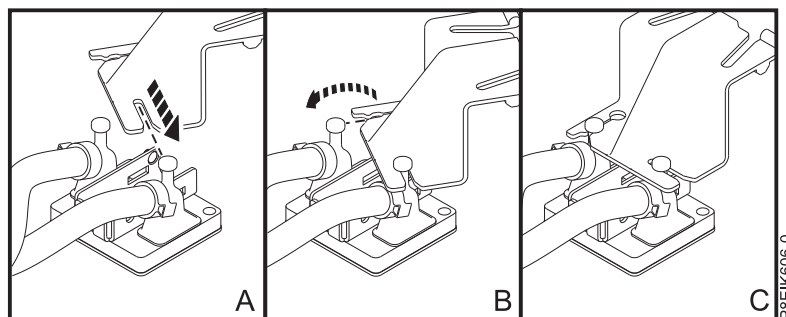

Figura 30. Inserción de la patilla de placa refrigeradora en el soporte
- b. Deslice una patilla de la placa refrigeradora en el soporte, como se muestra en (A) en la Figura 30. Presione la patilla en la ranura sólo lo que sea necesario.
- c. Gire la placa refrigeradora para deslizar la otra patilla en el soporte, como se muestra en (B) en la Figura 30. Presione la patilla en la ranura sólo lo que sea necesario.